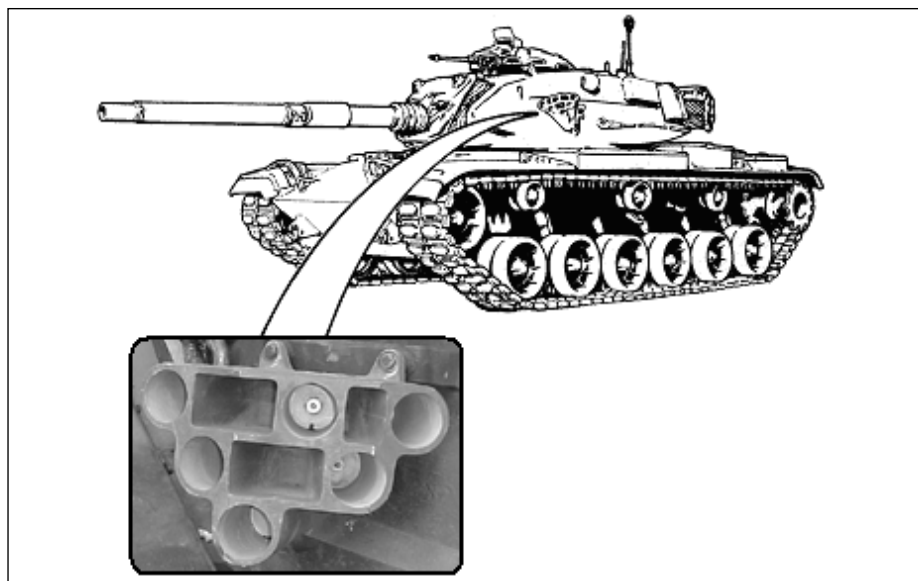

Fig 4-79. Lançador de fumígenos
a. O M60 possui um lançador de granadas fumígenas montado em cada lado da torre. As granadas de fósforo vermelho produzem fumaça branca destinada a mascarar o movimento e ocultar o veículo das armas inimigas que não possuem sistema de pontaria termal. Os controles do lançador de granadas estão localizados no compartimento do comandante do carro. (Fig 4-79)